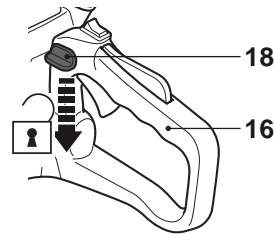

Fig. 1
- > Enfoncer complètement et tenir le bouton de déverrouillage [18] (Fig. 1)